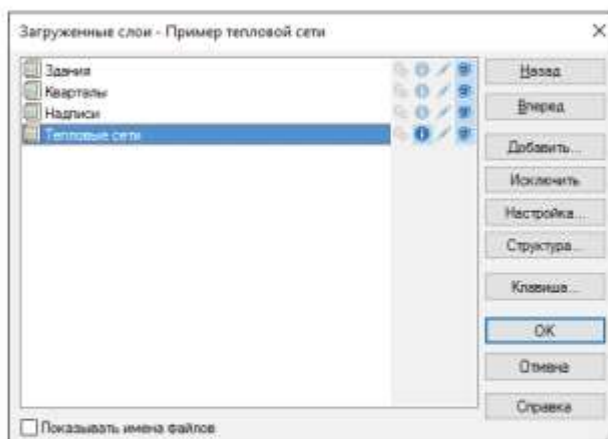

Рисунок 16.3. Диалог выбора слоя
2. Нажмите кнопку **Слой...** и в появившемся диалоговом окне (Рисунок 16.3, «Диалог выбора слоя») с помощью левой кнопки мыши выберите слой тепловой сети.